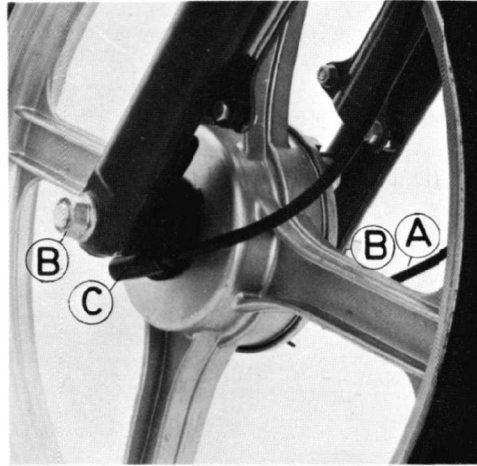

Fig. 14
Colocar el ciclomotor sobre el caballete. Para desmontar la rueda delantera, soltar el cable del freno (A), aflojar las tuercas que fijan el eje de la rueda delantera a la horquilla (B), y una vez fuera, desplazar largamente la toma del cuentakilómetros (C), hasta sacarla del eje (ver fig. 14).